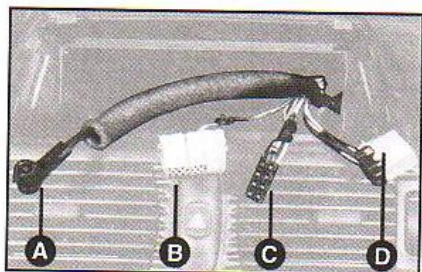

fig. 11
- conector para ligação da antena no teto, **fig. 11-A**;
- conector para ligação dos comandos do rádio no volante, **fig. 11-B** (disponível só para algumas versões);